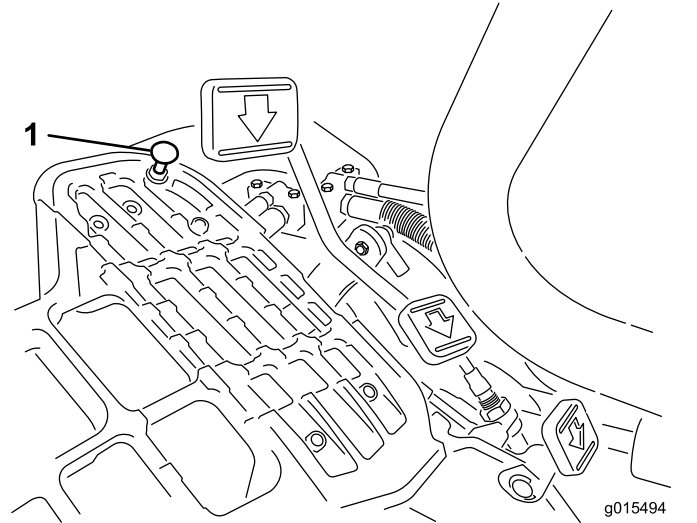

Bild 32
Stellen Sie den Funktionsschalthebel in die TRANSPORT-Stellung und treten Sie auf das Fahrpedal, um die maximale Transportgeschwindigkeit zu erreichen. Wenn das Pedal den Anschlag erreicht (Bild 32), bevor das Kabel gespannt ist, führen Sie folgende Einstellungsschritte aus:
1. Stellen Sie den Funktionsschalthebel in die TRANSPORT-Stellung lösen Sie die Sicherungsmutter, mit der der Pedalanschlag an der Bodenplatte befestigt ist (Bild 32).